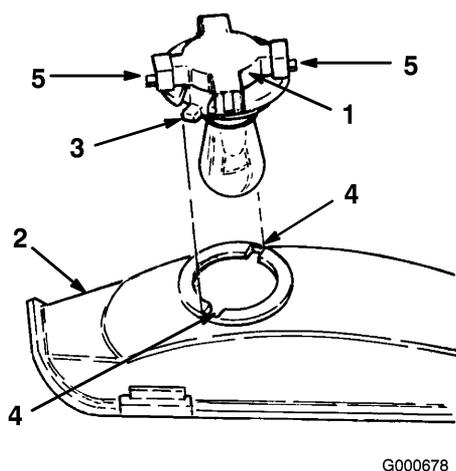

Figure 41
4. Dévissez l'embase d'un quart de tour dans le sens anti-horaire et déposez-la du réflecteur (Figure 41).
5. Poussez sur l'ampoule et tournez-la à fond dans le sens anti-horaire (env. 1/4 tour) puis retirez-la de l'embase (Figure 41).
2. L'embase de l'ampoule comporte deux languettes (Figure 41). Alignez ces languettes et les rainures du réflecteur, insérez l'embase dans le réflecteur et vissez-la à fond d'un quart de tour vers la droite.